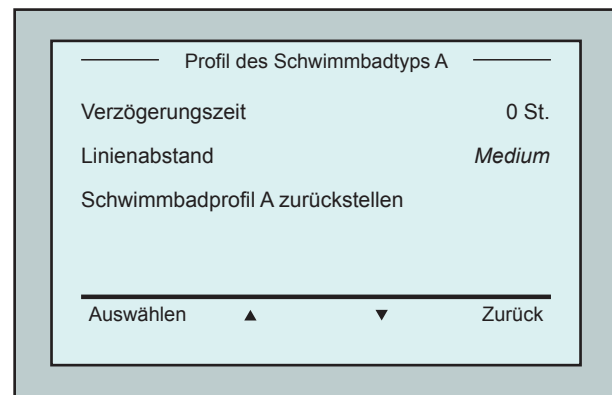

Abbildung 15: Menü Schwimmbadtyp A:
11. Nach Einstellen des *Scanmodus* scrollen Sie im *Schwimmbadprofil* – Bildschirm zum nächsten Bildschirm (Abbildung 15).